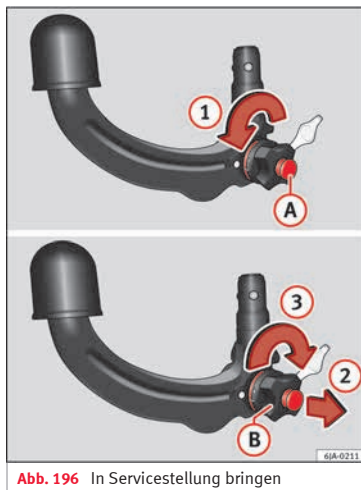

Abb. 196 In Servicestellung bringen
- Drehen Sie den Schlüssel **(A)** in Pfeilrichtung **①** bis zum Anschlag **» Abb. 196**.
- Nehmen Sie das Handrändelrad **(B)** mit der rechten Hand in Pfeilrichtung **②** heraus und drehen Sie es in Pfeilrichtung **③** bis zum Anschlag.